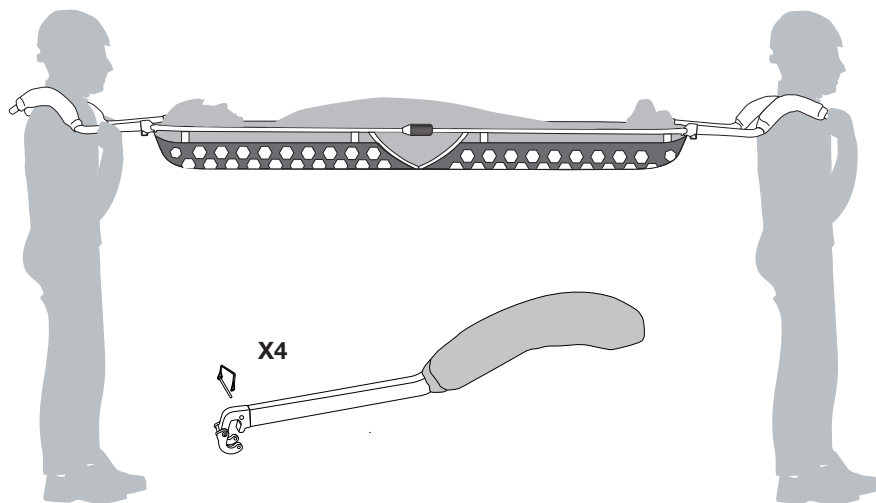

Fig.2
- **Trasporto con i manici (fig. 2)**